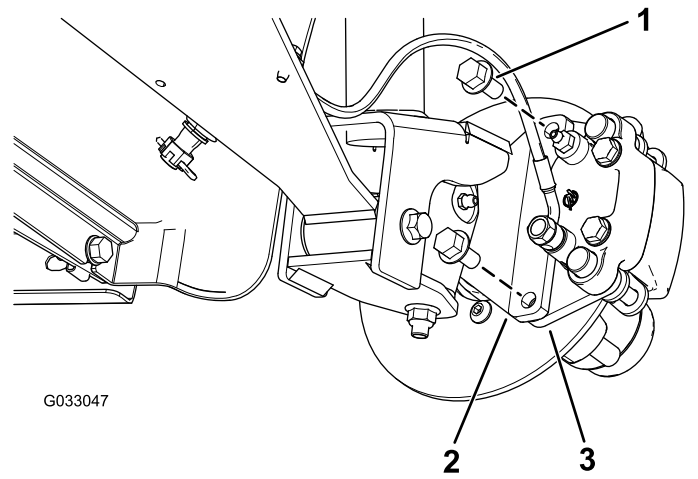
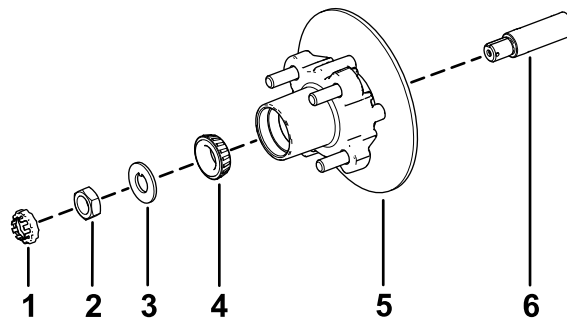

Figura 30
Figura 34
3. Retire los pernos con arandela prensada ( $\frac{3}{8}$ " x  $\frac{3}{4}$ ") que sujetan el soporte del conjunto de freno al eje y separe el freno del eje (Figura 30).
1. Aplique una ligera capa de grasa del tipo especificado en el eje (Figura 34).
2. Monte el cubo y el rotor en el eje con el rotor hacia dentro (Figura 34).
3. Monte el cojinete exterior en la mangueta y acople el cojinete al anillo de rodadura exterior (Figura 34).
4. Monte la arandela con pestaña en la mangueta (Figura 34).
5. Enrosque la tuerca en el eje y apriete la tuerca a 15 N·m (11 pulgadas-libra), girando el cubo para asentar el cojinete (Figura 34).
2. Alinee las pastillas de freno en cada lado del rotor (Figura 30), y alinee los orificios del soporte de la pinza con los orificios de montaje del freno de la mangueta (Figura 34).
3. Sujete el soporte de la pinza a la mangueta (Figura 30) usando los 2 pernos con arandela prensada ( $\frac{3}{8}$ " x  $\frac{3}{4}$ " ).